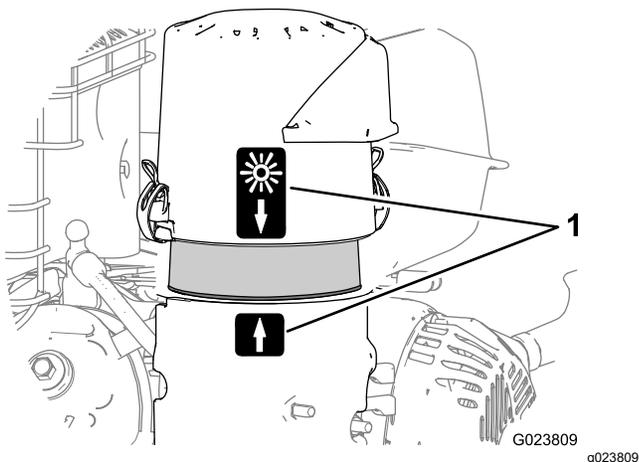

Figura 26
8. Alinhe a seta do autocolante na cobertura do filtro de ar e a seta do autocolante na base (Figura 26).